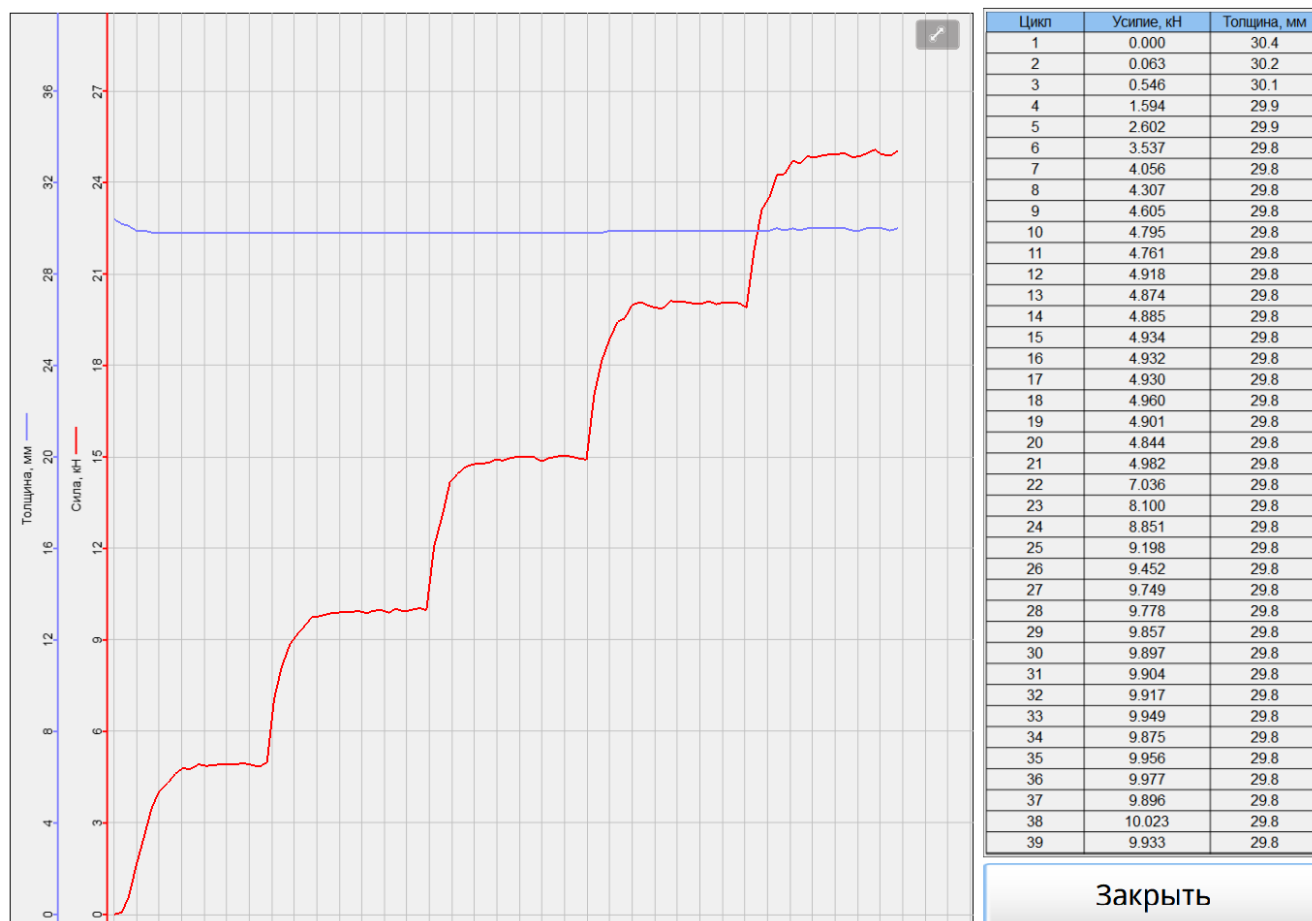

Рисунок 10 – Просмотр графиков
4.6.4 Для просмотра графиков необходимо нажать закладку «График уплотнения» (см. рисунок 10).